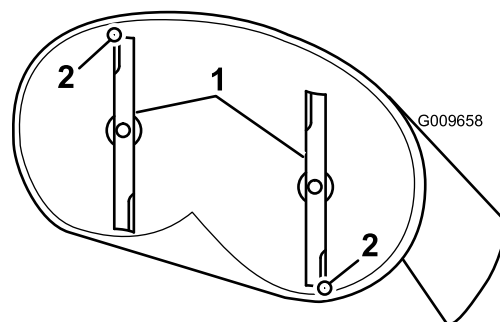
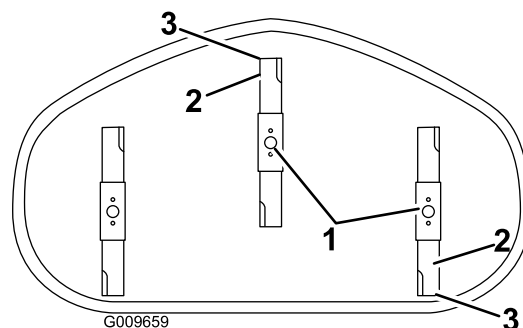

Bild 72
Bild 73
4. Drehen Sie die Messer vorsichtig, sodass sie in Längsrichtung zeigen (Bild 72 und Bild 73).
- Messen Sie zwischen der Messerspitze vorne und hinten und der flachen Oberfläche (Bild 72 und Bild 73).
9. Überprüfen Sie nach dem Einstellen erneut die Neigung in Längsrichtung. Stellen Sie die Mutter ein, bis die vordere Messerspitze um 1,6 mm bis 7,9 mm tiefer liegt als die hintere Messerspitze (Bild 72 und Bild 73).